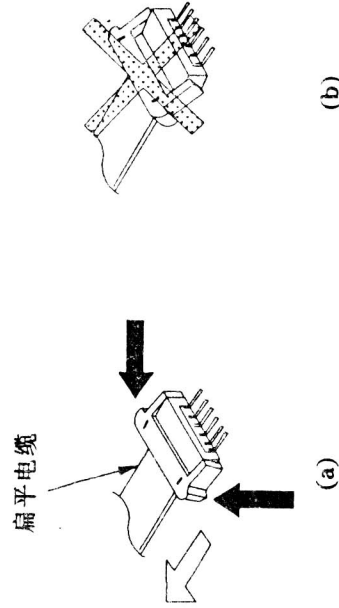

图55
步骤: ①如图55 a所示,拿住连接插头的凸出部分(如黑色箭头所示),再按白色箭头所示方向拉连接插头,以释放锁定;
②拉扁平电缆(FFC),即可将电缆取下;